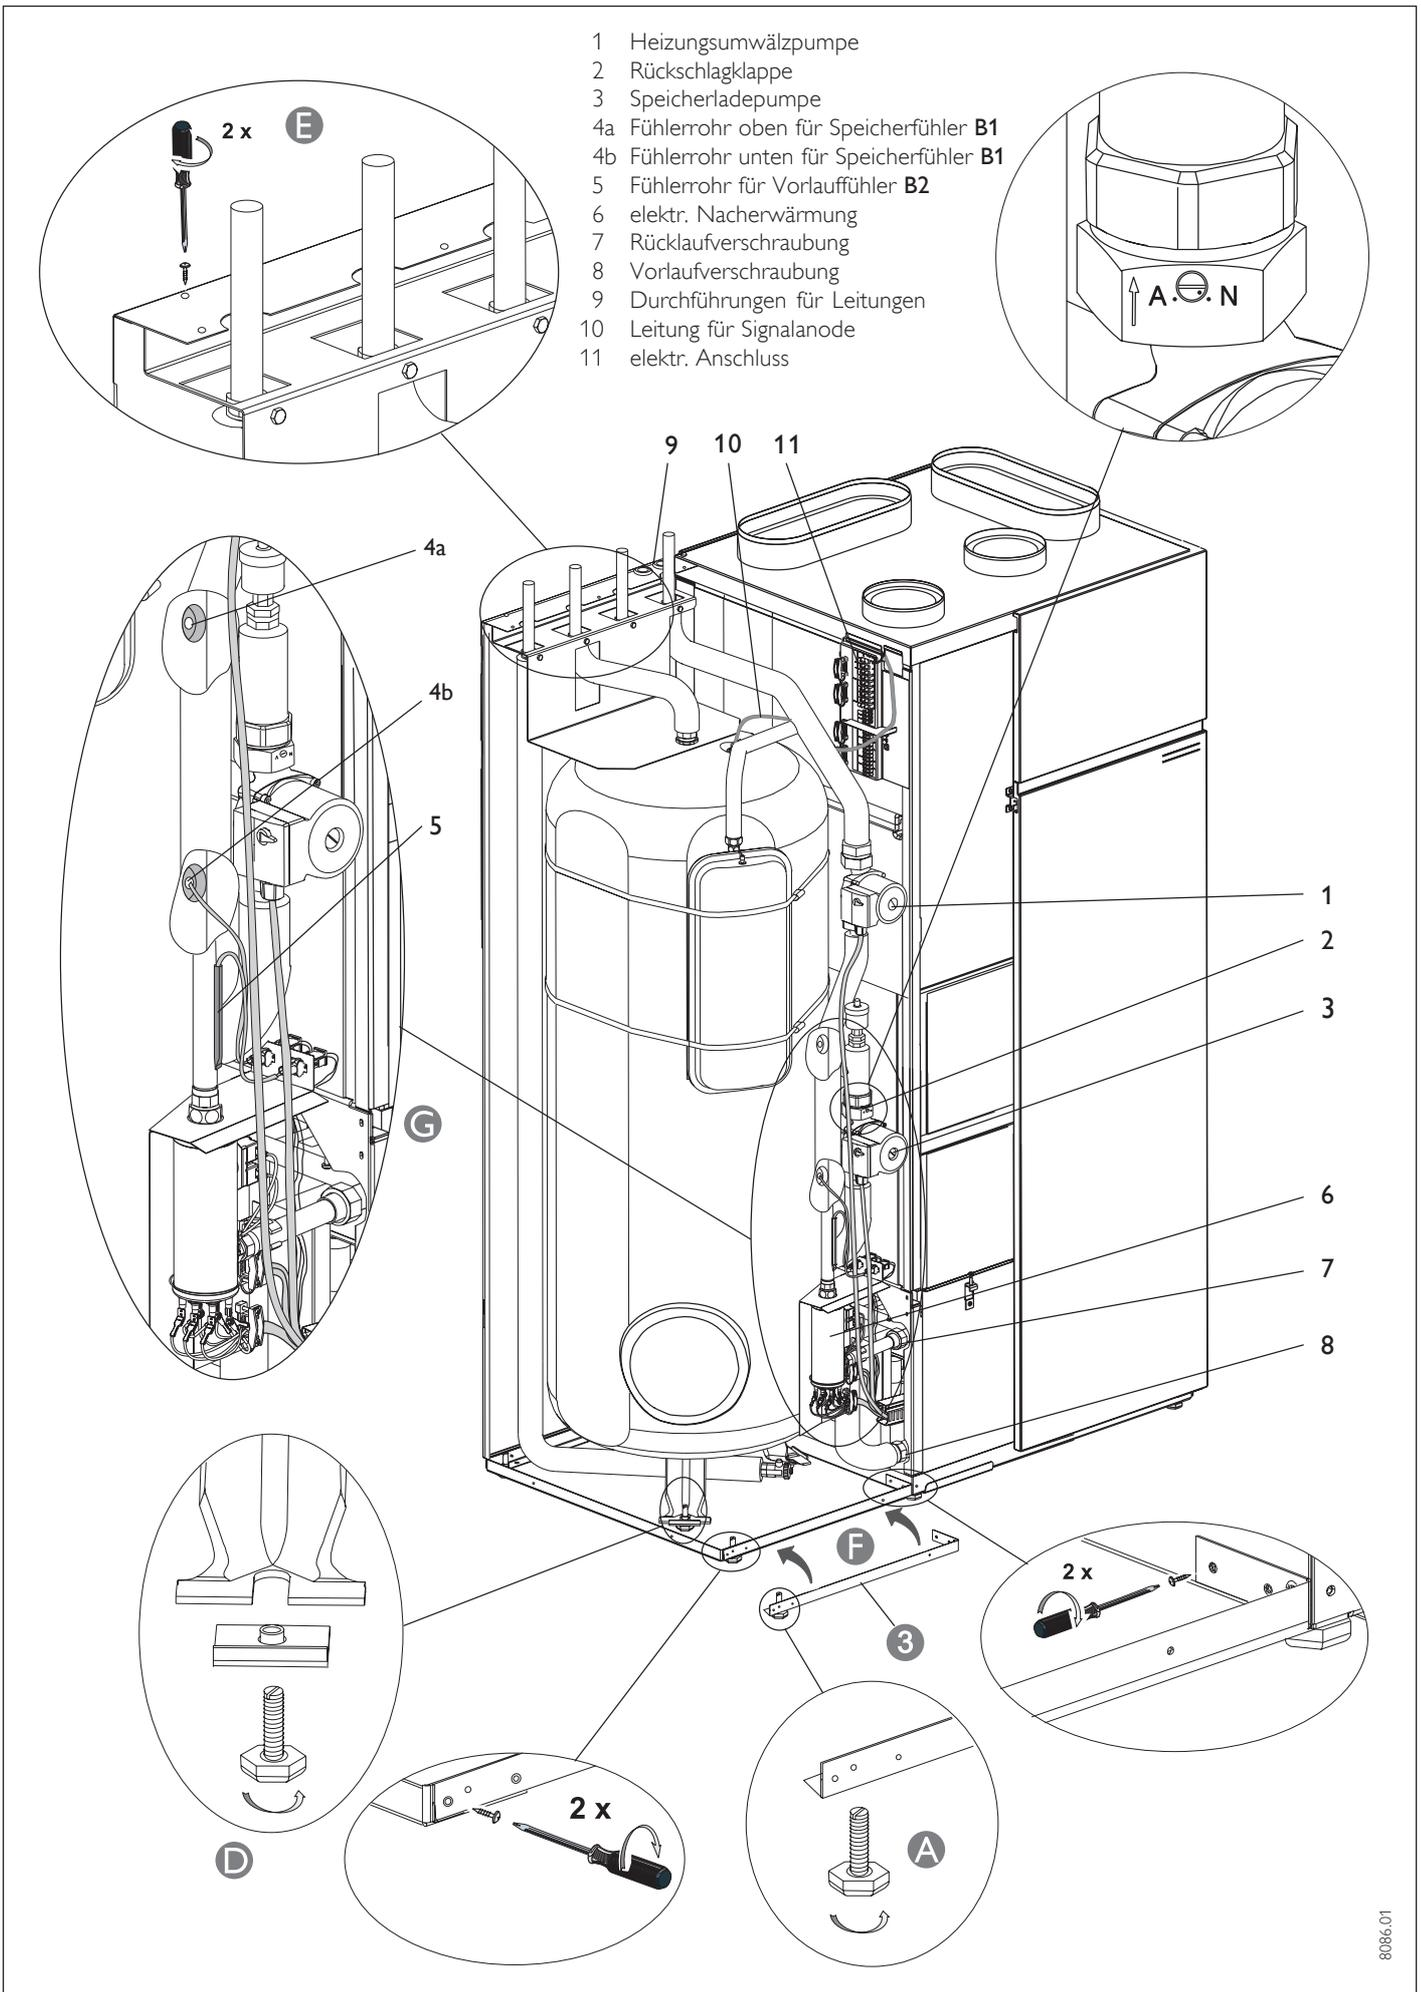

Abb. 10
**⚠ Zum Füllen, Entlüften und Entleeren der Anlage muss das Rückschlagventil (Pos. 2 in Abb. 10) auf Stellung A = AUF stehen danach auf Stellung N = Normal.**
Die Anschlussklemmen befinden sich links oben am Funktionsmodul (Pos. 11 in Abb. 10). Alle Anschlussleitungen sowie Fühlerleitungen müssen durch die vorgesehenen Durchführungen oben in der Speicherrückwand geführt werden (Pos. 9 in Abb. 10).
ßend Umwälzpumpen und Signalanode anschließen (Pos. 1, 3 und 10 in Abb. 10), und die Temperaturfühler in die entsprechenden Fühlerrohre im Speicherbehälter bzw. am Heizungsvorlauf einführen (Pos. 4 und 5 in Abb. 10). Alle Leitungen sind entsprechend gekennzeichnet.